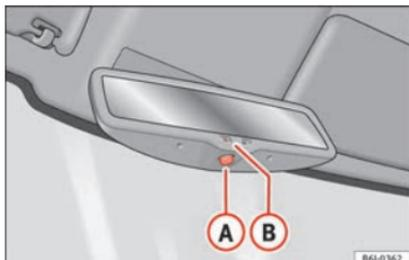

Fig. 72 Retrovisor interior con ajuste automático para posición antideslumbrante.
– Pulse la tecla **A** » **fig. 72**. El testigo de control **B** se apaga.
– Pulse la tecla **A** » **fig. 72**. El testigo de control se ilumina.